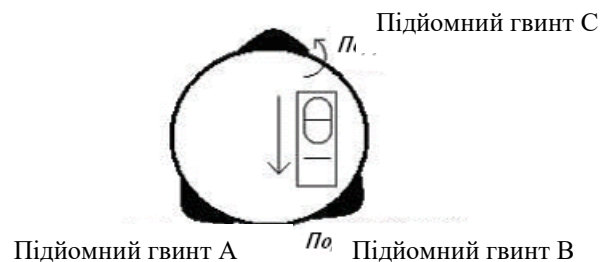

Рисунок 8.2 – Нуль-пункт
- за допомогою гвинта С перемістить пузирчик круглого рівня в нуль-пункт (центр кола) (рис. 8.2);